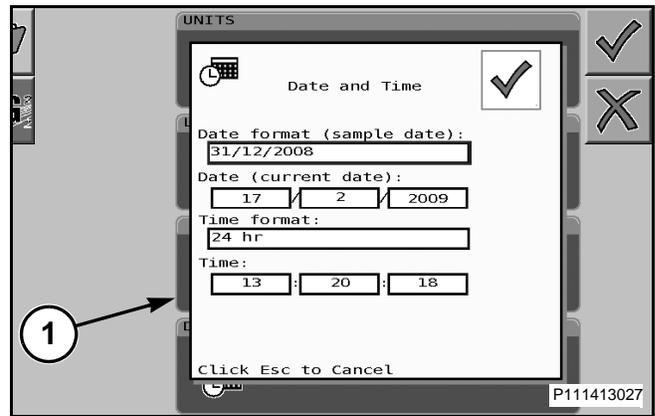

FIG. 87
FIG. 87: Para seleccionar el tipo de fecha, desplácese hasta la casilla de tipo de fecha (1) para resaltarla y a continuación presione el botón de la rueda de selección para seleccionarla.